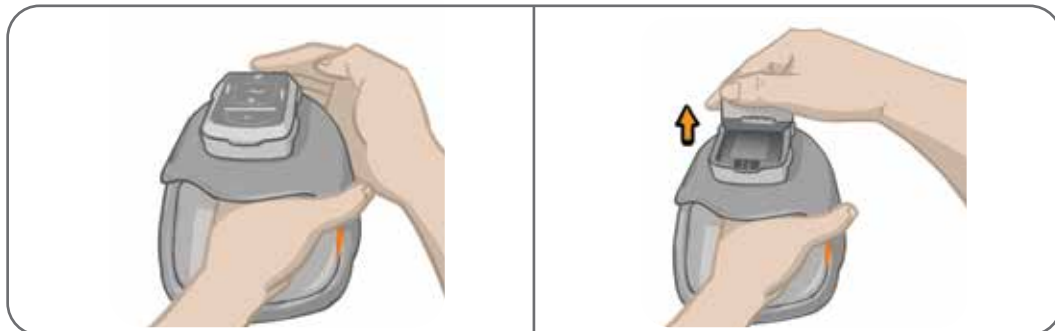

Figure 8-8 : Retrait de l'EPG
2. Dégagez la partie supérieure de l'EPG du support. Reportez-vous à la figure 8-8.